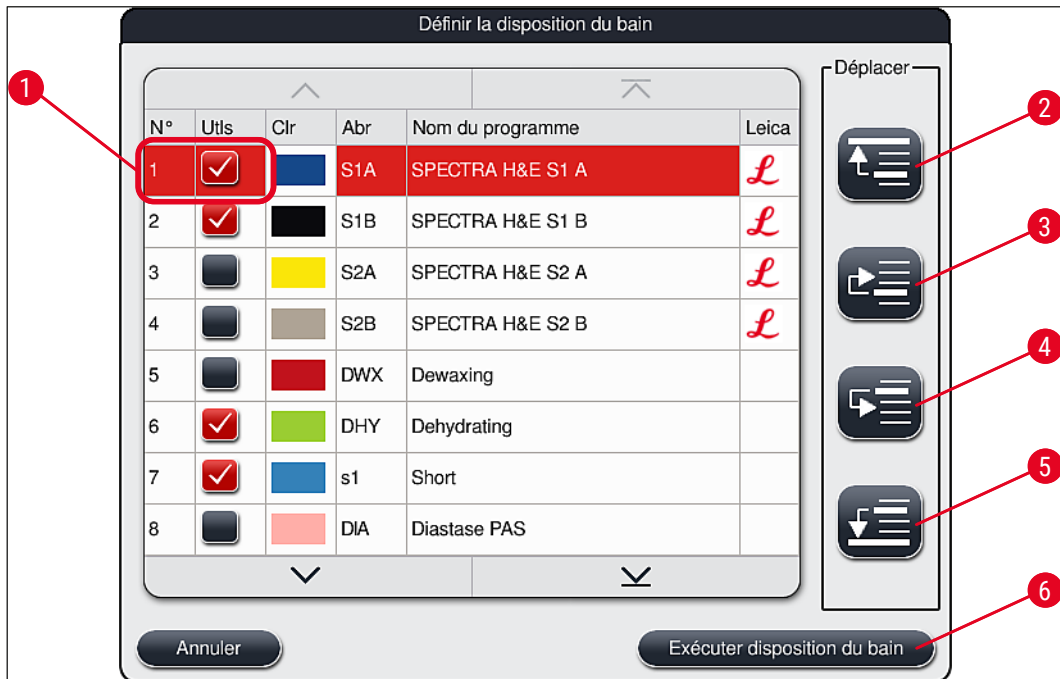

Fig. 50
- Appuyer sur la touche **Continuer** (→ "Fig. 52-4") pour procéder à l'action ou **Annuler** (→ "Fig. 52-5") pour revenir à la sélection du programme (→ "Fig. 50").